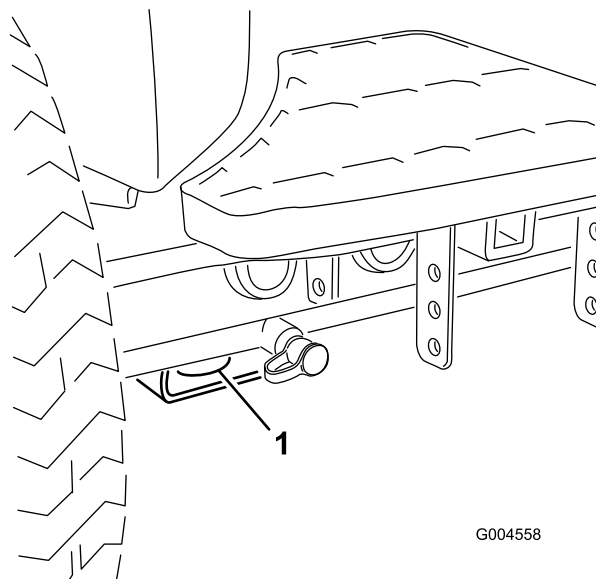

Figure 21
- Avant – trou du patin rectangulaire, sous le tube d'essieu, à l'intérieur de chaque roue avant (Figure 21).